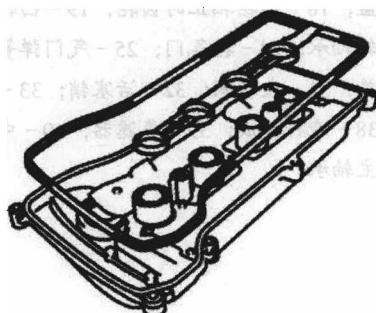
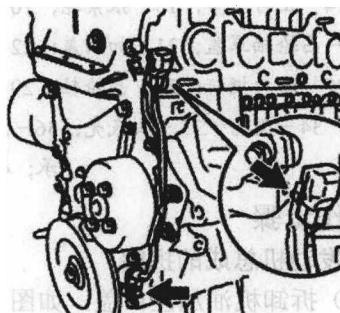

图 1-9 气缸盖罩垫片
图 1-10 拆卸曲轴位置传感器
(6) 拆卸气缸盖罩和气缸盖罩垫片，如图 1-9 所示。
(7) 拆卸带 V 形加强筋的传动带张紧轮。
(8) 拆卸曲轴位置传感器，如图 1-10 所示，从线束夹箍支架上分离线束。